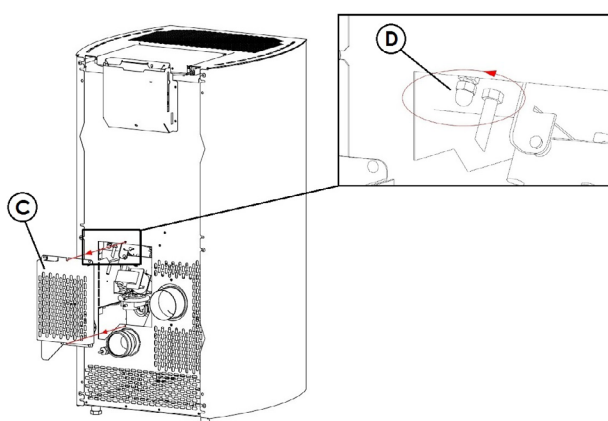

Fig. 74 - Abnehmen der Inspektionsabdeckung
- Inspektionsabdeckung "C" auf der Rückseite des Ofens abbauen (siehe **Fig. 74 a pag. 31**).